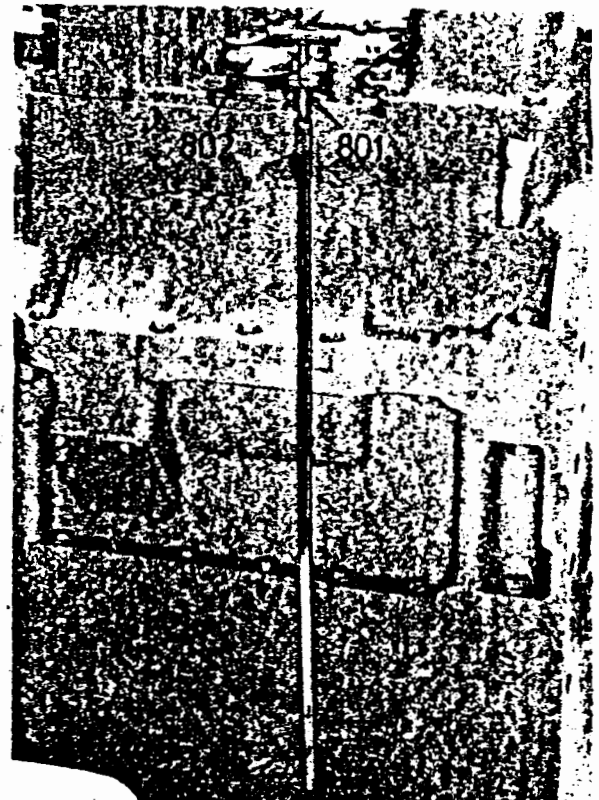

Fig. 13.
Peilestav (801) og fyllestuss (802) er vist på side 21, fig. 13.